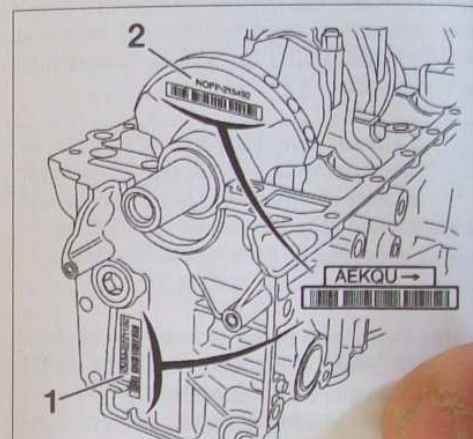

FIG. 64
- Des repères sur le carter-cylindres (1) et sur le vilebrequin (2) permettent leur appariement. Ces repères sont réalisés au moyen d'un code comportant 5 lettres d'identification des coussinets à monter (Fig.64), chaque lettre correspondant à un palier du n° 1 au n° 5 dans l'ordre croissant (n° 1 côté volant moteur). La flèche en bout du code indique le côté distribution.